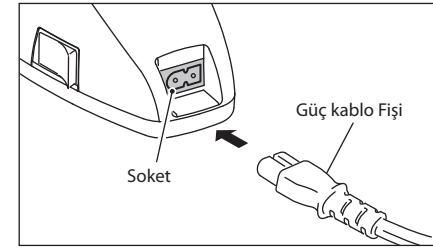

Fig. 4
1. Güç kablo fişini batarya şarj ünitesinin arkasındaki sokete iterek takınız. (Fig. 4)